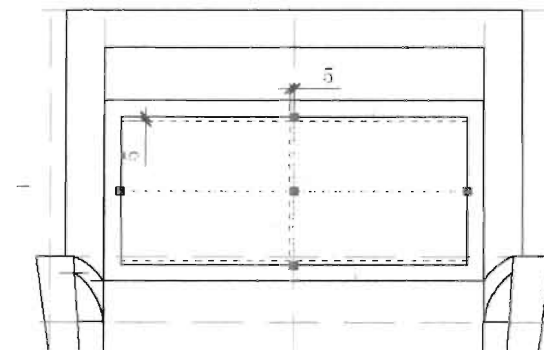

图 6-80
(3) 捕捉靠背中间的矩形边上的中点绘制十字形辅助线，然后单击“修改”工具栏中的“偏移”按钮，将矩形的上下两条边向内偏移 5mm 作为辅助线。再将垂直中心辅助线向左偏移 5mm 作为辅助线，如图 6-80 所示。